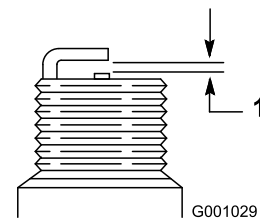

Figura 46
4. Impostate la distanza tra gli elettrodi su una nuova candela a 0,76 mm, come illustrato nella Figura 46.